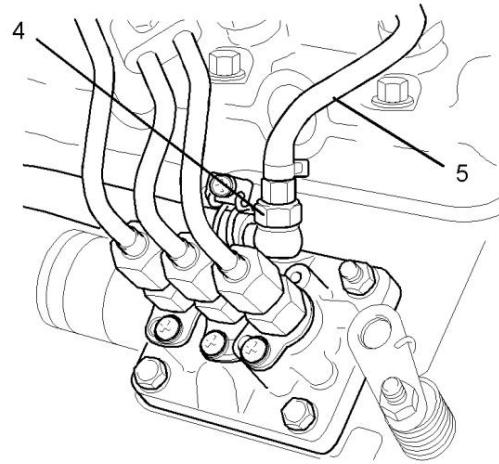

Ilustración 77
- (6) Perno conector
- Afloje el conector (4) o (6) en la inyección de combustible bomba.
Nota: Para la ilustración 77 , es posible que sea necesario quitar la manguera de retorno de combustible (5) en la bomba de inyección de combustible.